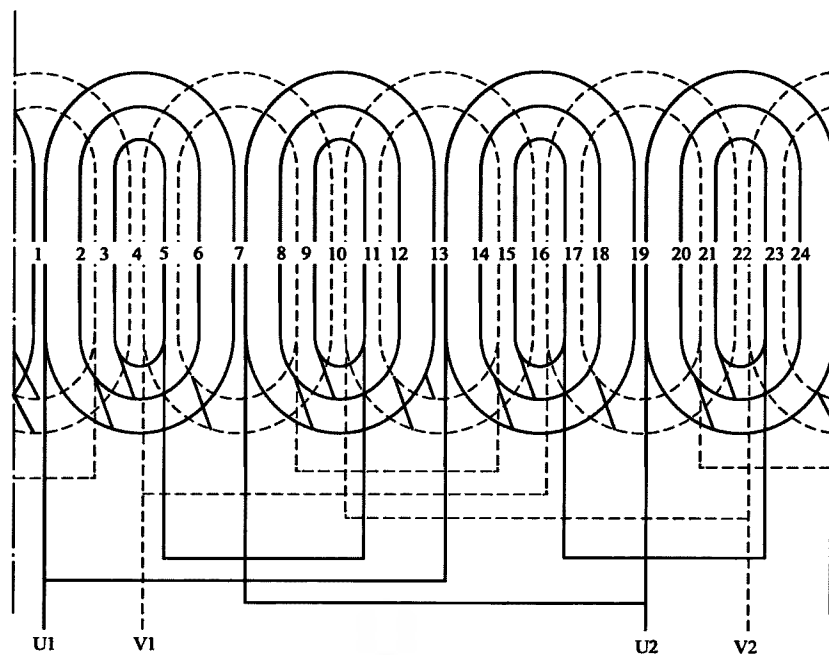

图 4-12 单相 4 极 24 槽正弦绕组 2 路接法展开图 (2)
12. 单相 4 极 24 槽正弦绕组 2 路接法展开图 (2) (见图 4-12)